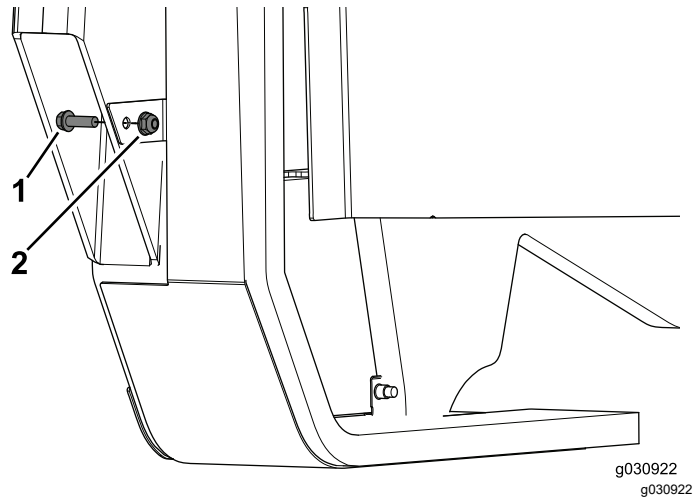

Bild 31
3. Schließen Sie das Befestigen der Platte mit der Schraube (1/4" x 3/4") und der Bundmutter (1/4") ab (Bild 31).